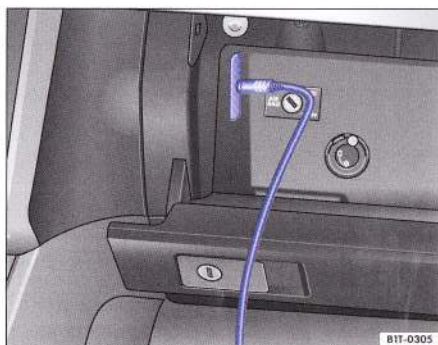

Fig. 95 Ieșirea multimedia din compartimentul de depozitare de pe partea pasagerului din dreapta.
Pentru a putea conecta o sursă audio externă la ieșirea multimedia ⇒ fig. 95 din compartimentul de pe partea pasagerului din dreapta, este necesar un cablu adaptor. Acesta trebuie să se potrivească la un capăt în ieșire (3,5 mm Stereo) și cu celălalt capăt în sursa audio. Se procură din comerț.
- Trageți cablul adaptor din fișa multimedia ⇒ fig. 95